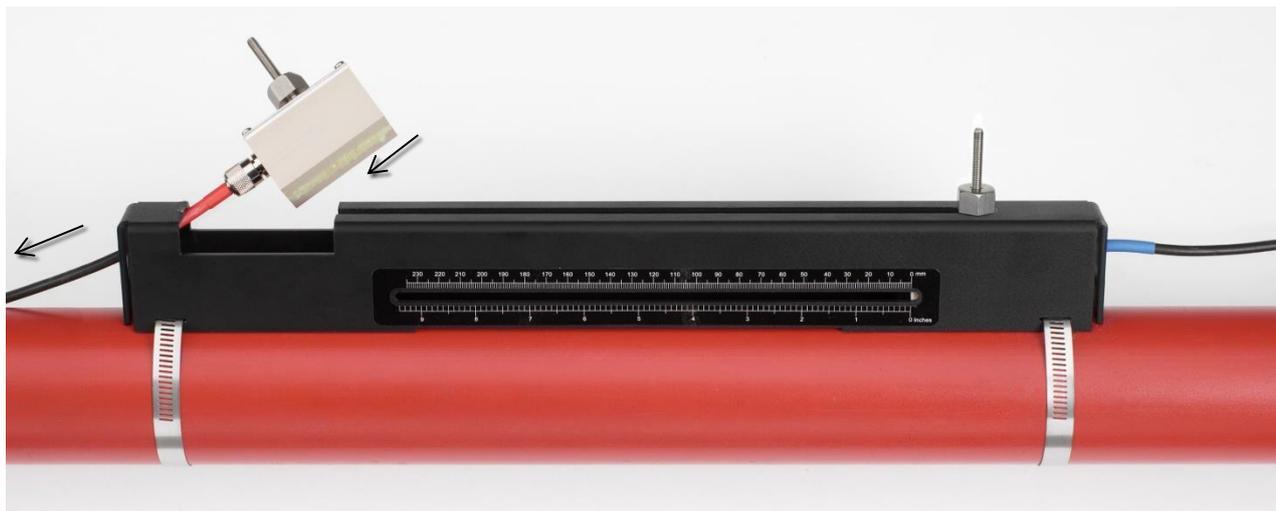

Figure 15 Installer le transducteur en amont (rouge)
7. Enfiler le câble en amont (rouge) à travers la plaque d'extrémité gauche du rail de montage et le connecter au second transducteur (Figure 15).